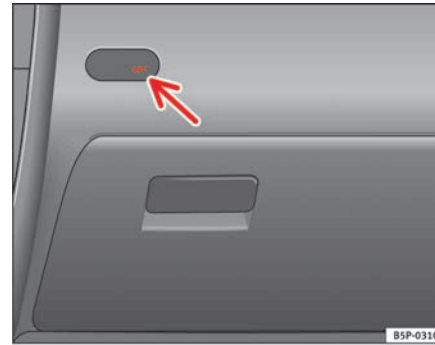

Abb. 27 Kontrollleuchte für Abschaltung der Beifahrerairbags
- Überprüfen Sie, ob bei eingeschalteter Zündung die Kontrollleuchte „OFF“ der Instrumententafel ⇒ Abb. 27 aufleuchtet ⇒ .
⇒ Seite 44, Abb. 27 nicht leuchtet ⇒ .